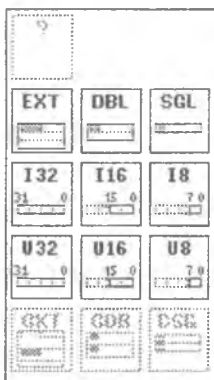

Рис. 3.5. Палитра числовых типов
1. "Representation" ("Представление") позволяет изменять тип числовых значений, связанных со средством управления или индикатором. Вид вложенной палитры числовых типов изображен на рис. 3.5, а перечень соответствующих типов данных приведен в п. 2.1.